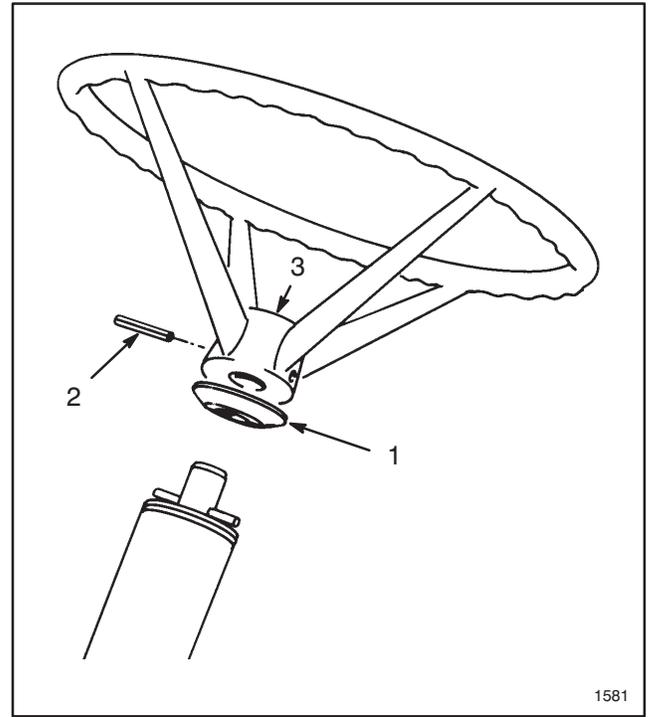

Abbildung 2
1. Das Abstandsstück so auf die Lenkwelle schieben, daß die Nut im Abstandsstück über den Walzenzapfen in der Welle paßt (Abb. 2).
Hinweis: Der Lenkradeinsatz (Abb. 2) sollte bei gerade nach vorne gerichteten Rädern von der Fahrerposition aus ablesbar sein.